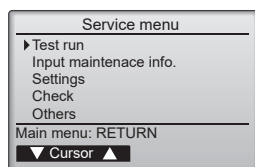

Fig. 7-3
- (3) Sélectionnez "Test run" (Test fonctions) à l'aide du bouton [F1] ou [F2] puis appuyez sur le bouton [SELECT/HOLD] (SÉLECTION/EN ATTENTE). (Fig. 7-3)